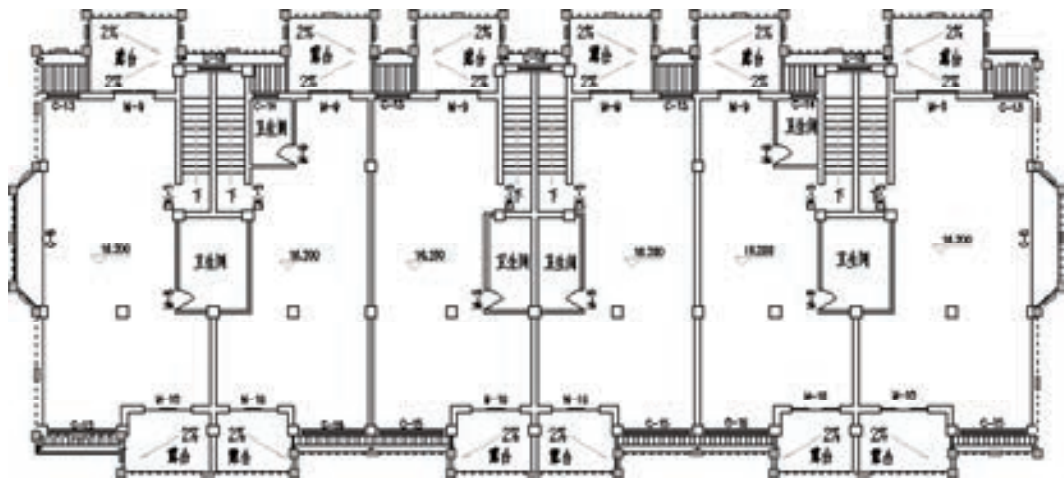

图 14-109 绘制多段线
1) 整理图形。调用“复制”命令，将阁楼层平面图移动复制到一旁；调用“多段线”命令，沿阁楼层平面图的外围绘制多段线，结果如图 14-109 所示。